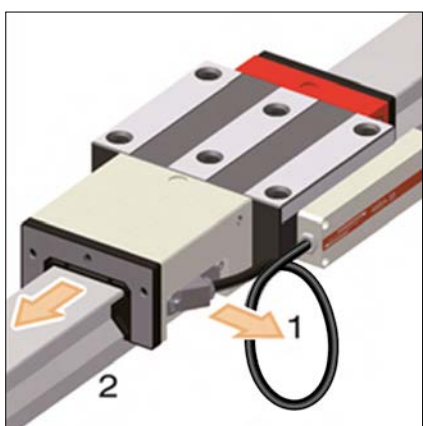

Abb.29
Den AMS-Lesekopf (1) demontieren, bevor Sie den MONORAIL Führungswagen von der Schiene ab- bzw. auffahren (2) (Abb. 29).